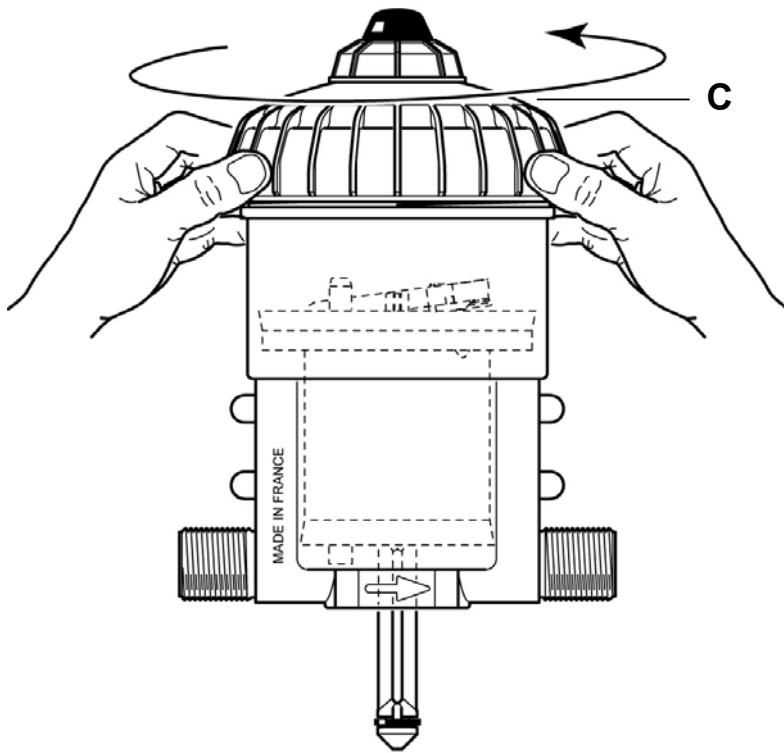

Abb. 15
- Die Glocke von Hand losschrauben (**Abb. 15-C**) und abnehmen.